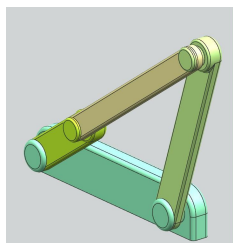
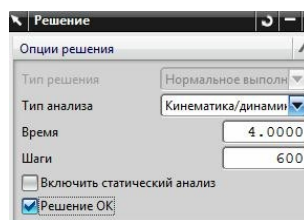

рис.28
рис.31
- Запустите *Решение*. Рекомендуемые параметры *Решения* показаны на рис.31. И на этапе решения система выдаст сообщение об ошибке (рис.27). Тем не менее, мы запустим анимацию, и выясним, что механизм остановится в положении рис.28.